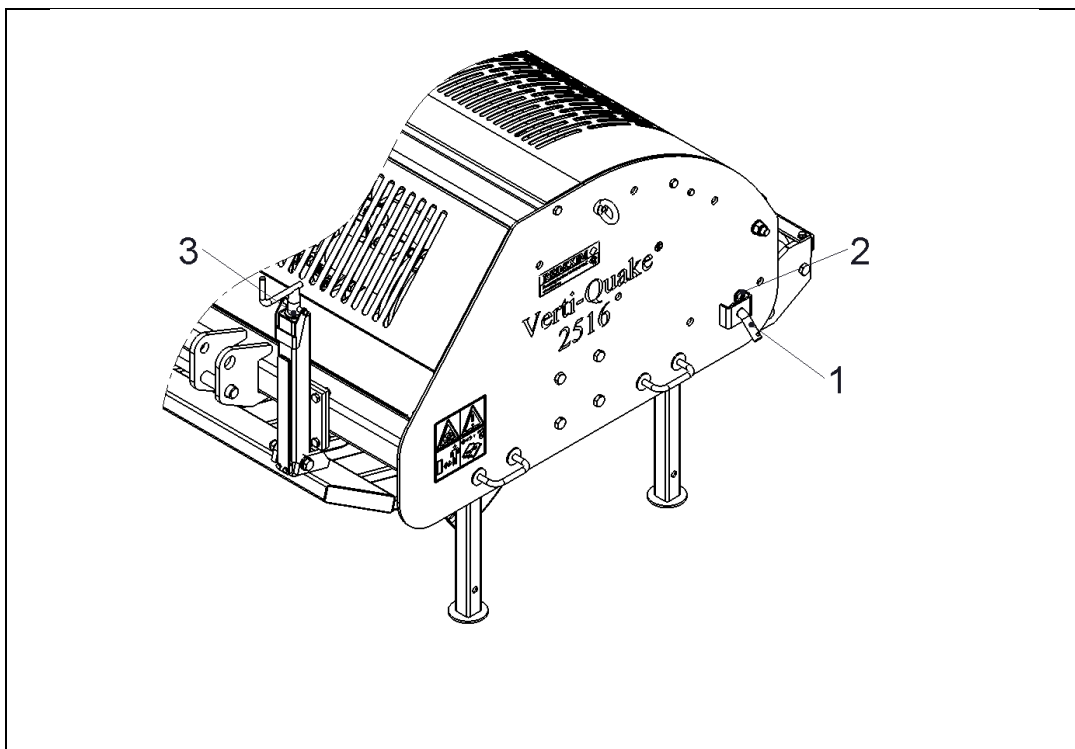

Fig. 11
6.0 REGLAGE DE LA PROFONDEUR DE TRAVAIL (Fig. 11)